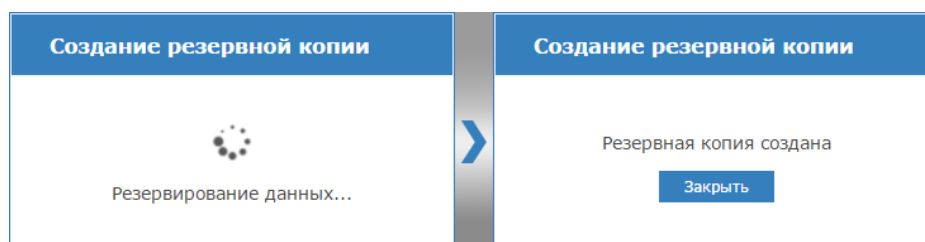

Рисунок 10.44 — Процедура создания резервной копии
3. Будет выполнена процедура создания резервной копии. Ранее созданная резервная копия будет затёрта. В процессе создания копии будет выполнен перезапуск программных средств узла. По завершении нажмите на кнопку **Закреть** (рисунок 10.44).